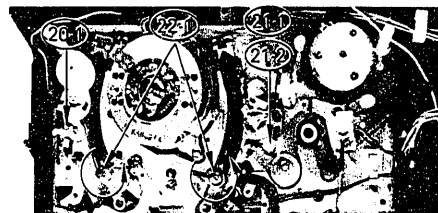

Fig. 32 Supply/Take-up Guide Pole, Guide Roller
21. Supply Guide Pole (Fig. 32)
22. Take-up Guide Pole (Fig. 32)
23. Guide Roller (Fig. 32)